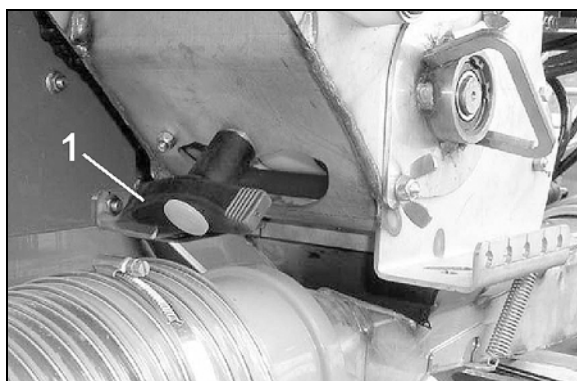

Fig. 124
1. Løsn skrueforbindelserne (Fig. 124/1) på beskyttelsesdækslet, og fjern beskyttelsesdækslet (Fig. 124/2).
2. Løsn skrueforbindelse (Fig. 124/3), fjern kædehjul z=24 (Fig. 124/4), monter kædehjul z=18, og spænd skrueforbindelsen igen.
3. Løsn skrueforbindelse (Fig. 124/5), fjern kædehjul z=18 (Fig. 124/6), monter kædehjul z=24.